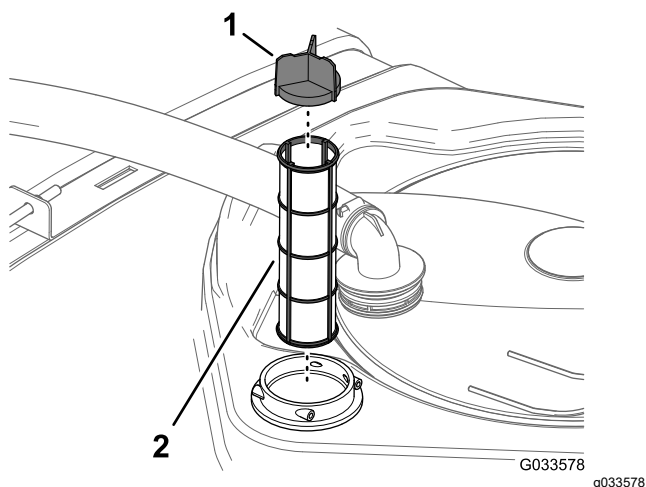

Figura 87
4. Retire el filtro de aspiración del alojamiento del filtro del depósito (Figura 87).